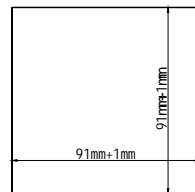

图 5-1
- 1、在仪表柜或安装面板上开出一个矩形切口(见图 5-1)